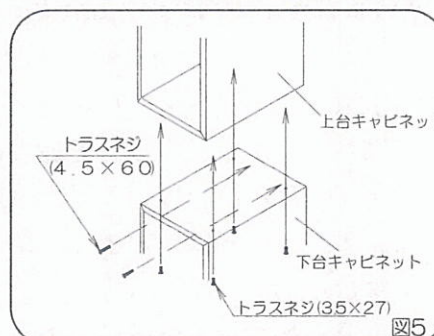

図5
3) 下台キャビネットに上台キャビネットをのせ、上下キャビネットの前面側面を合わせ下台キャビネットの天板に加工した下穴からネジ(トラスネジ3.5×27)で連結してください。(図5)